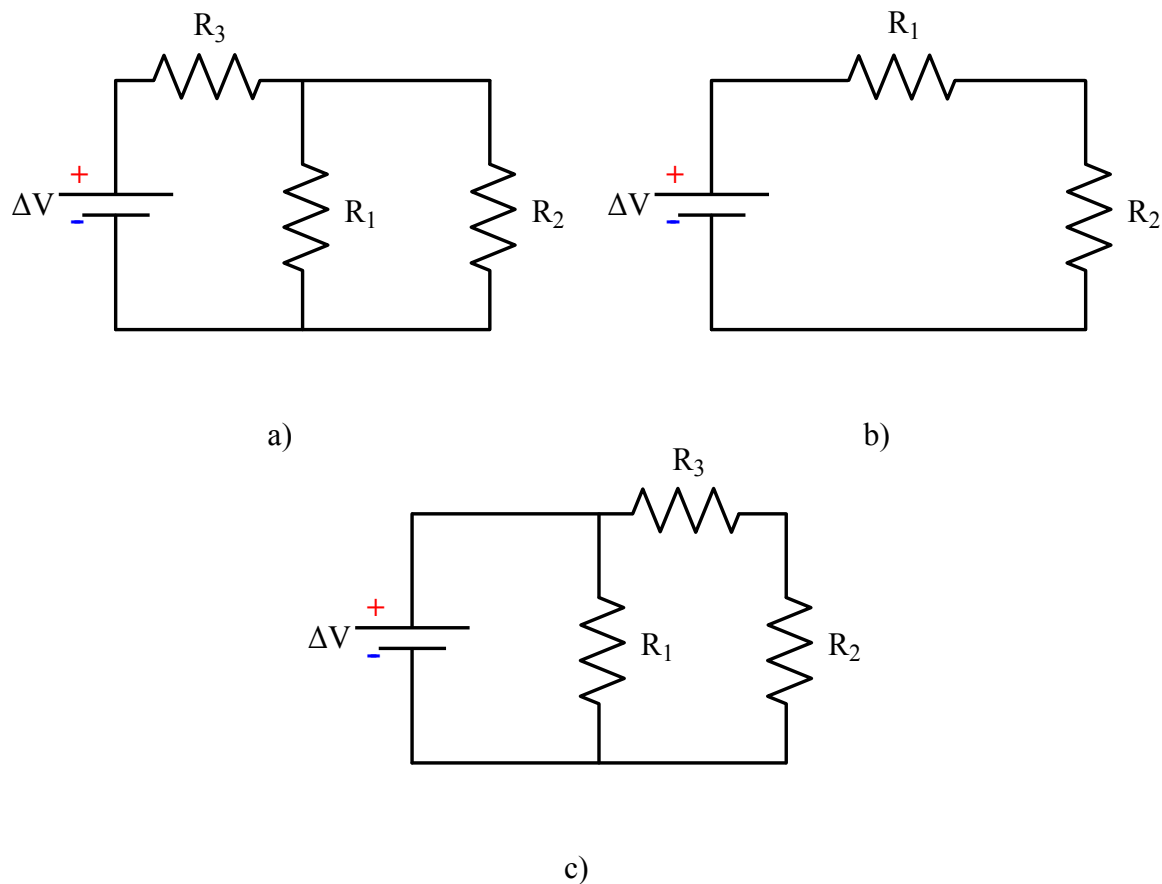

Figura O.1.: Diagramas de circuito.
5. Realice cuatro (4) ejemplos de la caracterización de una resistencia por el código de colores.
8. En la Figura O.1 se muestran tres circuitos resistivos. Dibuje una protoboard con el montaje equivalente.
la posición que debe tener en cada uno de los circuitos de la Figura O.1 si desea medir el voltaje en R_1 .
10. ¿En qué posición se debe colocar un amperímetro para medir la corriente que pasa a través de una resistencia? ¿un amperímetro tiene una resistencia grande o pequeña? ¿por qué? Dibuje la posición que debe tener en cada uno de los circuitos de la Figura O.1 si desea medir la corriente en R_1 .